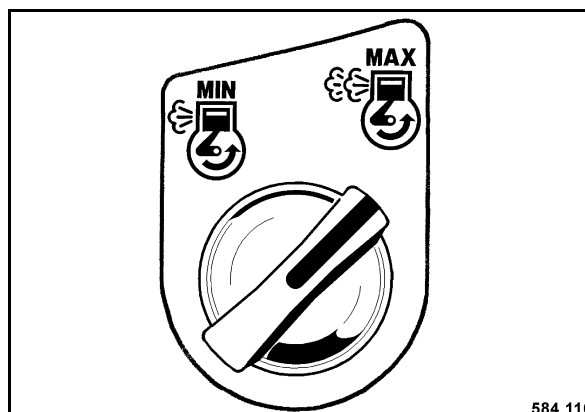

Fig. 90
- Poner el interruptor giratorio para rpm del motor (Fig. 90) a „MAX“.